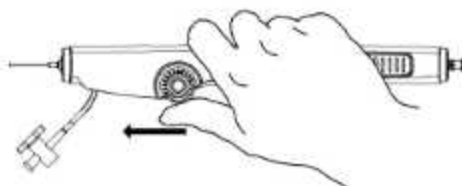

Figura 2. Despliegue del stent usando el dial de sintonía
- d. Inicie el despliegue del stent rotando el dial de sintonía con el pulgar en dirección de la flecha mientras sostiene el mango en una posición fija [Figura 2].